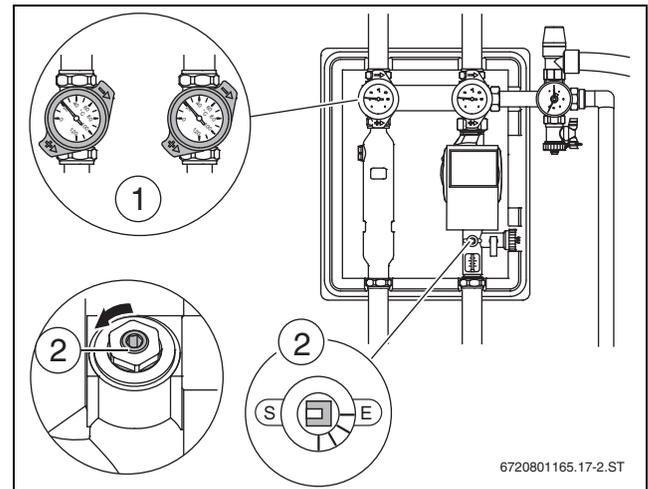

Bild 39 Geöffnete Absperrvorrichtungen
- Kugelhähne (→ Bild 39, [1]) an den Thermometern auf 45° stellen und den Durchflussbegrenzer (→ Bild 39, [2]) sowie andere Absperrvorrichtungen öffnen.